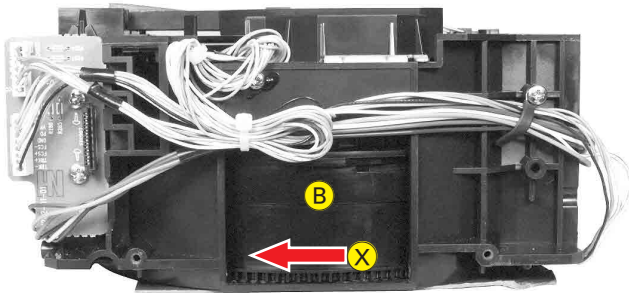
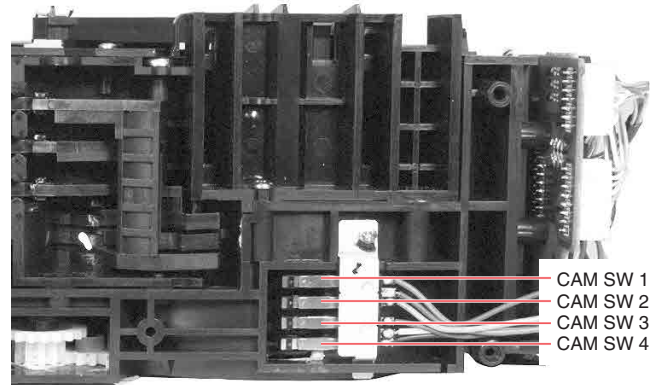
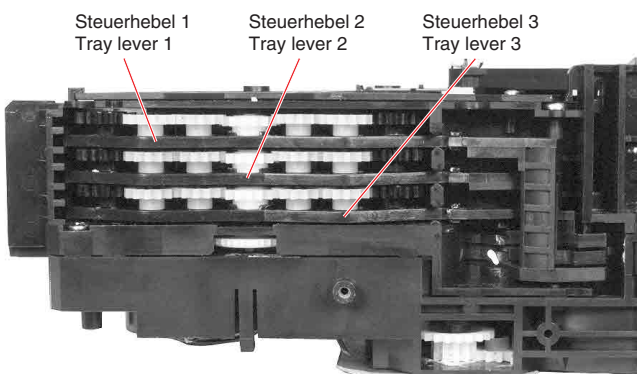
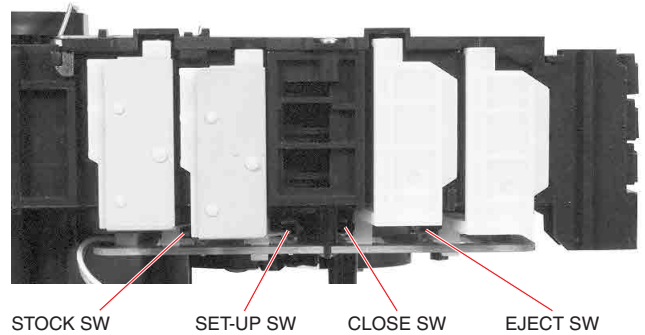

Fig. 1
Fig. 2
Fig. 3
Fig. 4
Durch das Steuerrad (B) (Fig. 1) werden die 4 CAM-Schalter (Fig. 2, 5) betätigt, durch die die Steuerungs-Software ermittelt, in welcher Stellung sich das Laufwerk befindet. Weiterhin werden vom Steuerrad mechanisch die Steuerhebel (Fig. 4) für die 3 Schubladen betätigt, sowie die Lasereinheit angehoben bzw. abgesenkt. Die einzelnen Positionen des Steuerrades sind:
The cam wheel (B) (Fig. 1) operates the 4 cam switches (Fig. 2, 5), by which the control software determines the actual position of the CD drive. Furthermore the cam wheel mechanically operates the levers (Fig. 3) for the 3 trays, as well as the up and down movement of the pick up unit. The positions of the cam wheel are:
Über die 4 Schubladen-Schalter (Fig. 4, 7) ermittelt die Steuerungs-Software die aktuelle Position der Schubladen.
With the 4 tray switches (Fig. 4, 7) the control software determines the actual position of the trays.